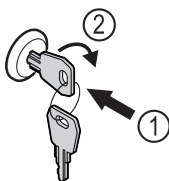

Fig. 123
- ▶ Introducir la llave Fig. 123 (1).
- ▶ Girar la llave 90° en sentido horario Fig. 123 (2).